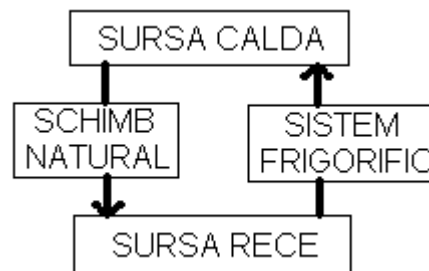

Fig.1.
D.1 Definitie - sunt instalatii care permit schimbul de caldura de la un ambient cu temperatura mica, la unul cu temperatura mai mare, reprezentand inversul schimbului natural (fig.1)